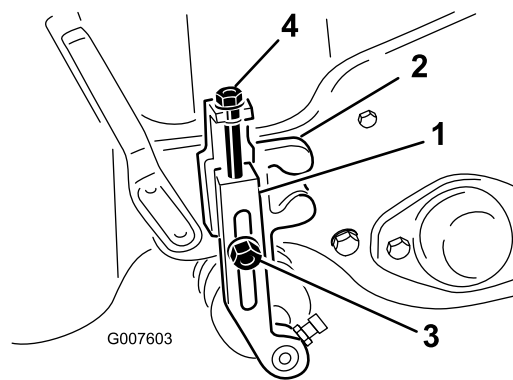

図 51
2. 刈り高アームを刈り高ブラケットに固定しているロックナットをゆるめる（図 51）。